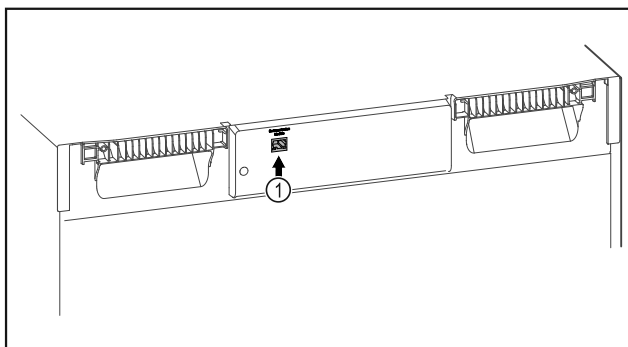

Fig. 110
- ☐ Je používán SmartModule Fig. 110 (1).